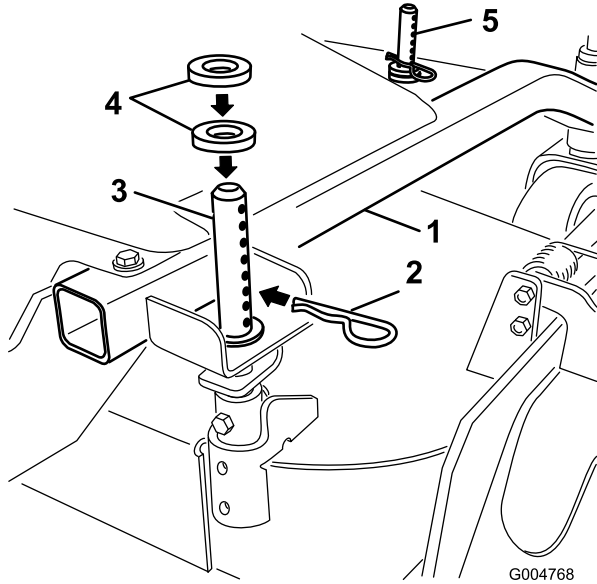

Figura 10
- Seleccione el taladro en el pilar de ajuste de altura de corte y la cantidad de espaciadores correspondiente a la altura de corte deseada (Figura 10).
- Con la ayuda del manillar de elevación, levante el lateral de la plataforma y retire el pasador de horquilla (Figura 10).
- Agregue espaciadores o quítelos de ser necesario y luego alinee los taladros e introduzca el pasador de horquilla (Figura 10).